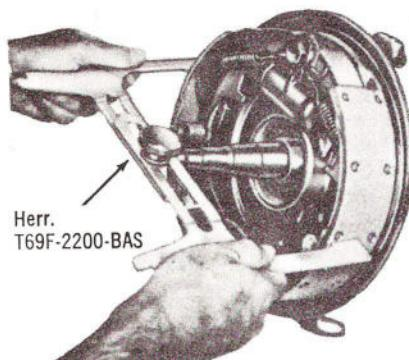

Fig. 5 — Medición de Zapatas.
- Invierta la herramienta como se muestra en la Fig. 5 y ajuste el diámetro de las zapatas al del calibrador. Sujete la palanca del ajustador automático, desacoplada, mientras hace girar el tornillo de ajuste, para que no se dañen las ranuras. Cerciórese de que el tornillo de ajuste gira libremente. Si es necesario, lubri-